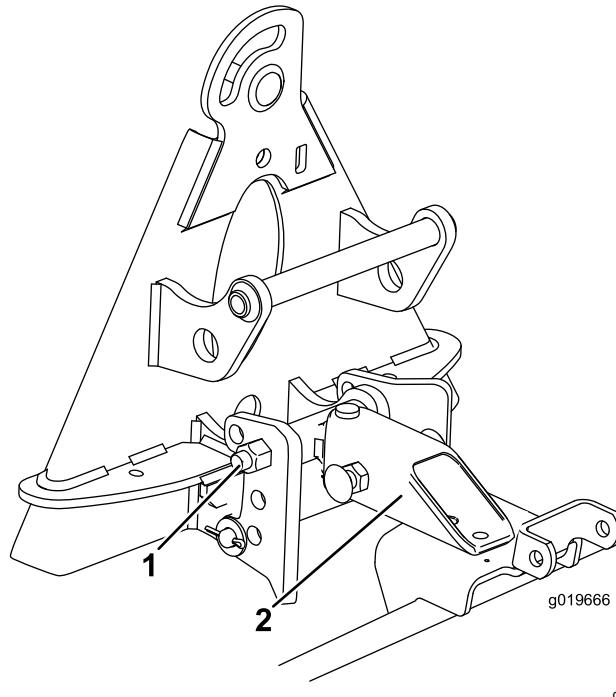

Bild 13
1. Befestigen Sie die Anbauvorrichtung in den oberen Löchern der Anschlaghalterung (Bild 13).
2. Fluchten Sie die längere Seite des Anhängerkupplungsrohr nach unten aus und montieren sie an der Oberseite des Hängeprofils (Bild 13).